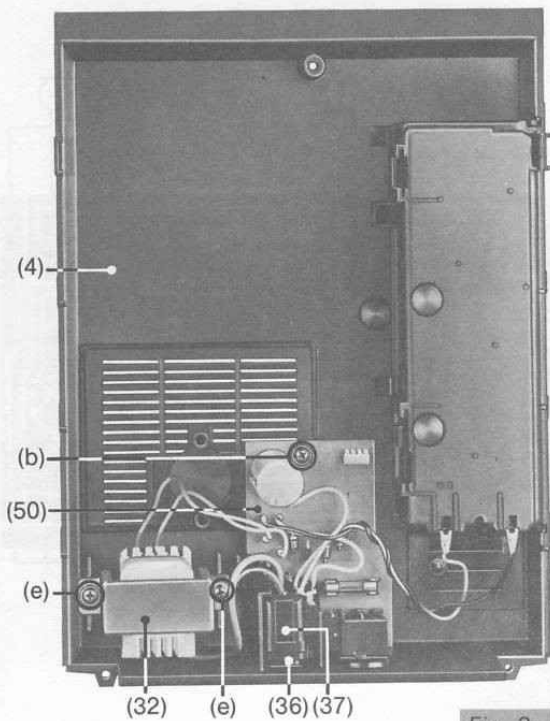

Fig. 3
- En cas de besoin, défaire les connecteurs qui vont au circuit imprimé (50) et au haut-parleur.
2. Démontage du circuit imprimé alimentation (50) (Fig. 3)
3. Démontage du transfo. alimentation (32) (Fig. 3)
- Retirer la prise branchement secteur (36) par le haut. Retirer le cache (37).